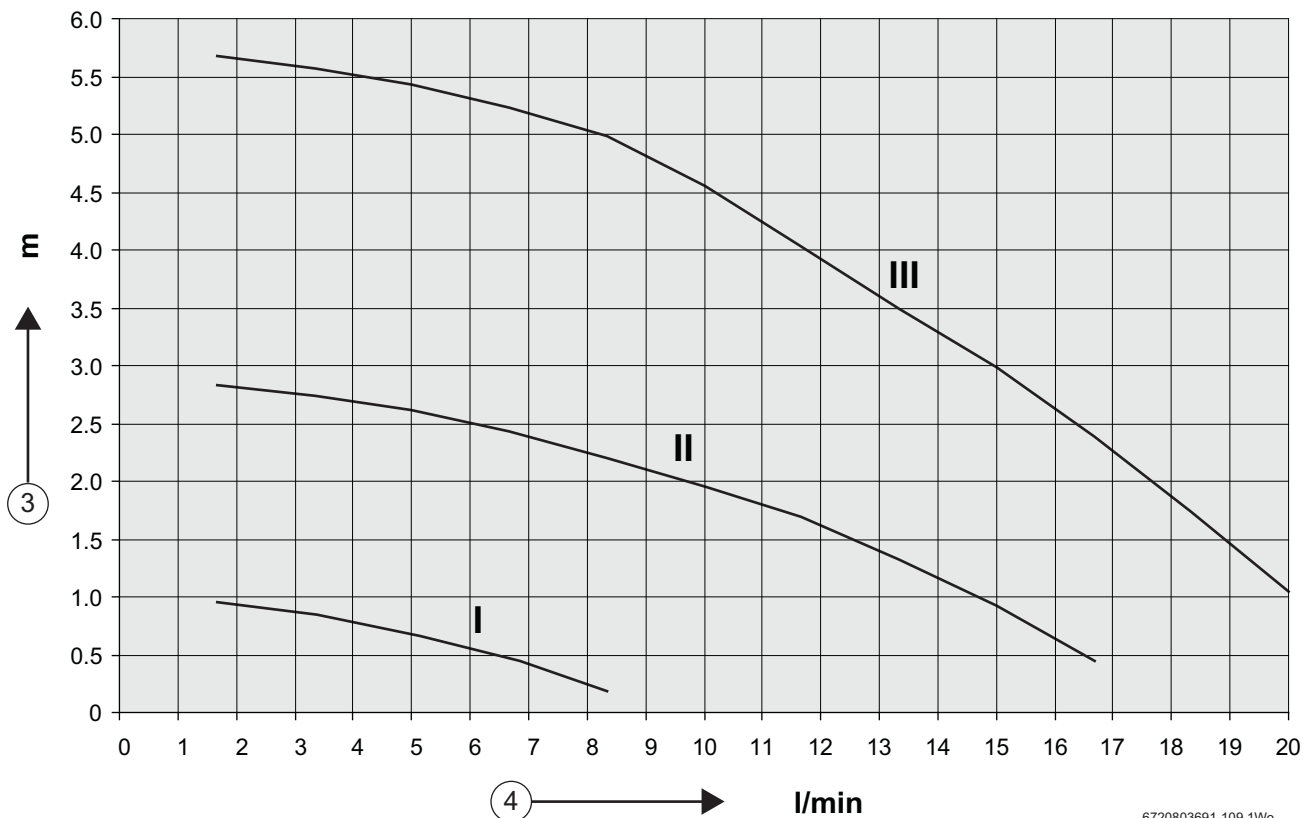

Bild 49 Verfügbare Förderhöhe
- Die Pumpe im Hybridmanager muss entsprechend der Pumpenkennlinie (→ Bild 49) auf eine konstante Drehzahlstufe II oder III eingestellt sein.
- Die Pumpe im Hybridmanager muss entsprechend der Pumpenkennlinie (→ Bild 49) auf eine konstante Drehzahlstufe II oder III eingestellt sein. Empfohlen wird bei dieser Anlagenkonstellation die Stufe II.